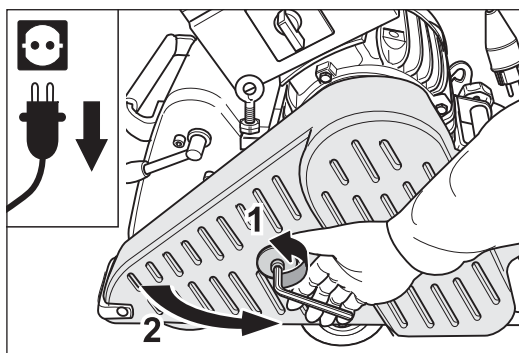

Abb. 2 Den Netzstecker aus der Steckdose ziehen und den Riemenverschluss öffnen.
- 3 Öffnen Sie den Riemenverschluss (Abb. 2).